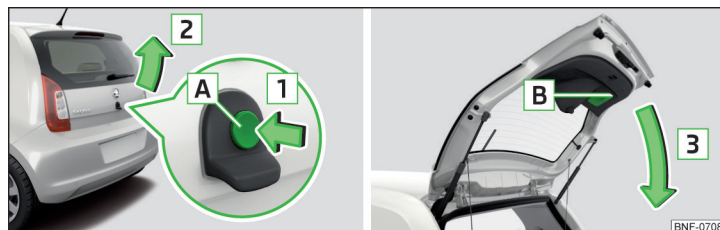

Рис. 32 Відчинення/зачинення кришки багажника
Кнопка **A** » Рис. 32 на стор. 47 відключається з початком руху, або при швидкості понад 9 км / год. Після зупинки і відчинення дверей функція кнопки активується знову.
- Для **відкриття** натиснути кнопку **A** в напрямку стрілки **1** » Рис. 32.